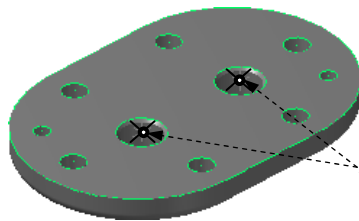

图 16.15 选取钻孔的点
Step1. 选择下拉菜单 **刀具路径(T)** → **钻孔(D)...** 命令，系统弹出“选取钻孔的点”对话框，选取图 16.15 所示的两个圆的中心点为钻孔点。